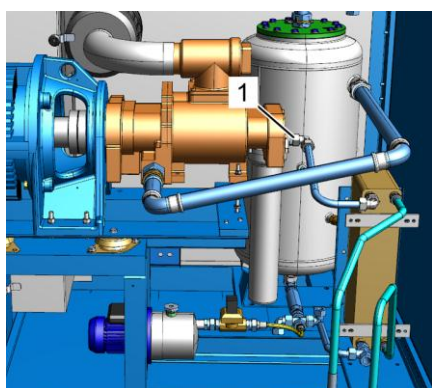

Рис. 63: Соединительная труба фильтра тонкой очистки
9. Исполнение с водяным охлаждением: Подготовьте приемную емкость, демонтируйте трубопровод между фильтром тонкой очистки и пластинчатым теплообменником (Рис. 63/1) и продуйте его сжатым воздухом, не содержащим масла.